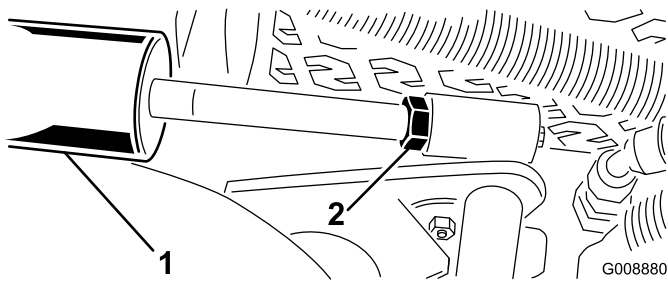

Bild 12
- A. Senken Sie die Mähwerke ab und drehen Sie die Klemmmutter am Zylinder heraus (Bild 12).